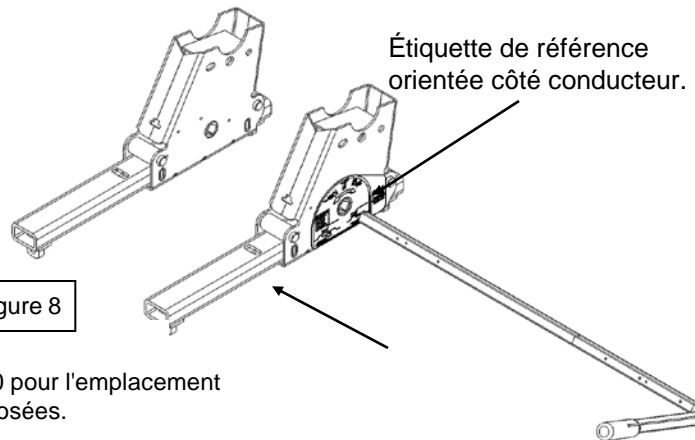

Figure 8
3. Avant de monter le Pro Slider sur la plateforme de la camionnette, fixez l'arbre de manivelle au coude de manivelle (voir la figure 1 sur la première page). Insérez l'assemblage de manivelle dans le curseur gauche (côté conducteur du véhicule de remorquage) puis dans le curseur droit (voir figure 8).